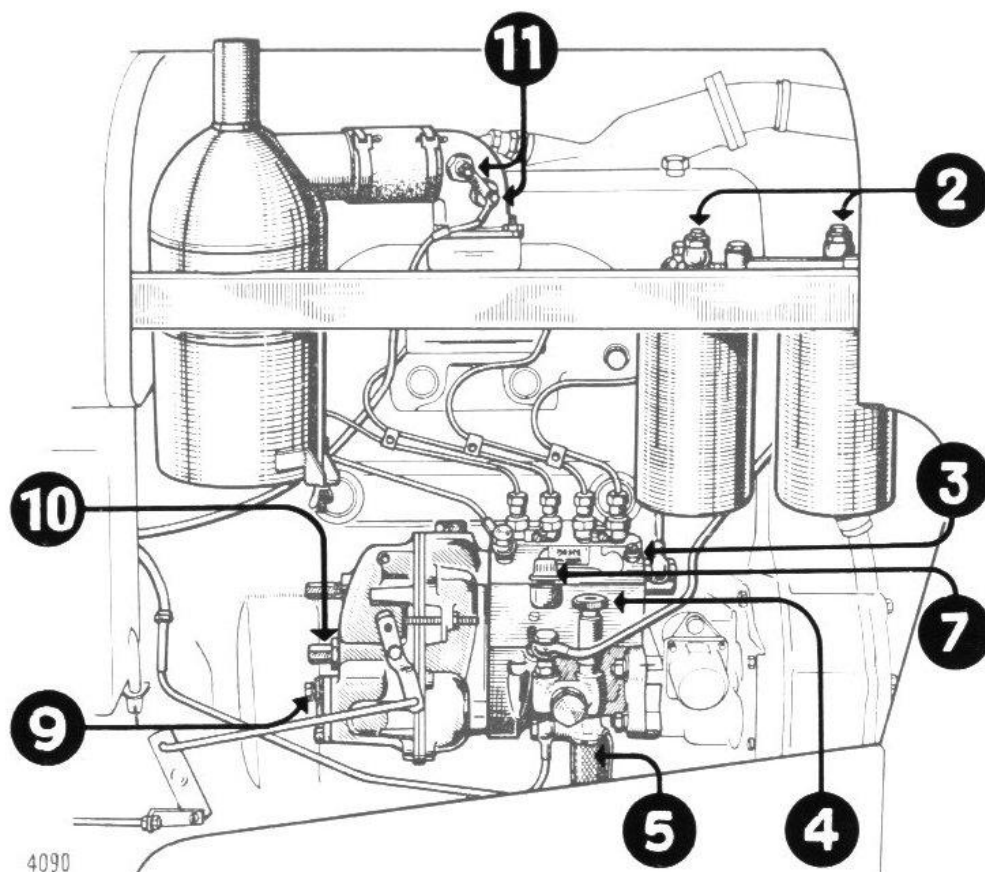

FIG. 9. —
- dévisser d'un tour les deux vis de purge (**rep. 2, fig. 9**) disposées à la partie supérieure des filtres ;
- dévisser à la main le chapeau de la pompe d'amorçage (**rep. 4, fig. 9**) ;
- dévisser d'un tour la vis de purge (**rep. 3, fig. 9**) située à la partie supérieure de la pompe à injection, et actionner à nouveau le piston de la pompe à main. Dès que le combustible sort sans bulle d'air, rebloquer la vis. Après quelques coups de pompe supplémentaires, revisser à fond le chapeau de cette dernière sur son cylindre, afin d'éviter des entrées d'air sur la périphérie du piston qui n'offre qu'une sécurité relative au point de vue étanchéité.